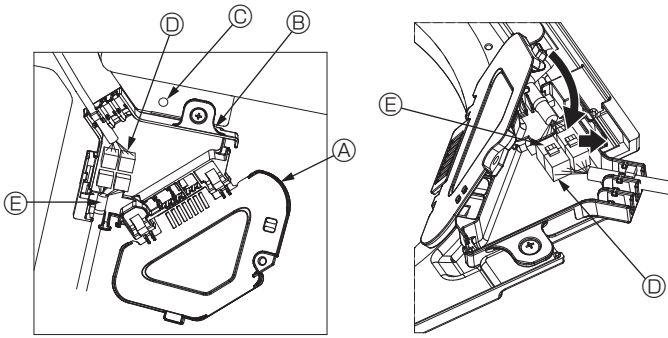

Fig. 10-8
- ① Die Befestigungsschraube des Anschlusskastendeckels entfernen und den Deckel öffnen.
- ② Den Verbindungskabelstecker des Luftklappenmotors und den Steckverbinder an der Blende für den Luftklappenmotor im Anschlusskasten sicher verbinden. (Fig. 10-8)